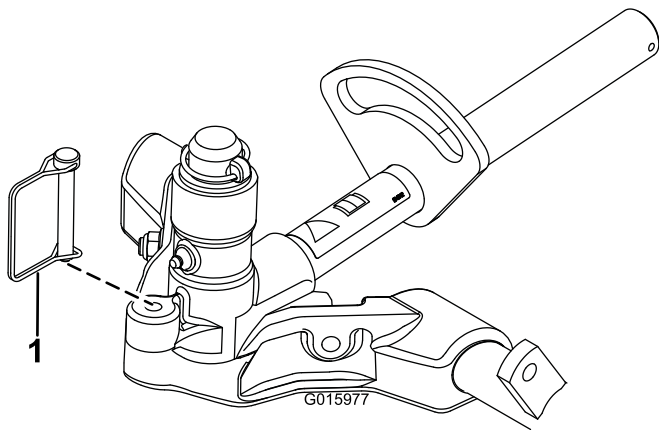

Bild 17
12. Befestigen Sie das Gelenkjoch mit dem Einraststift am Trägerrahmen, um die Lenkung an den Schneideinheiten zu arretieren (Bild 17).